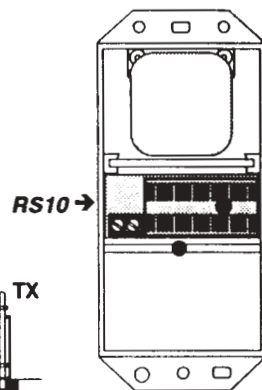

fig.2
- 8.02 Recarsi alla colonna opposta, togliere la lente dall'elemento (RX o TX) che si vuole allineare e inserire al suo posto il cannocchiale (fig.2).
- 3.04 Use the RS10 heating coils (fig.2) for installation in cold areas with the associated RS10t thermostat. This circuit needs an independent power supply; the heater coils absorb: **140 mA at 13.6 VDC, 185 mA at 18 VAC**. Using the ELKRON TF02 transformer up to a maximum of 4 coils may be supplied.